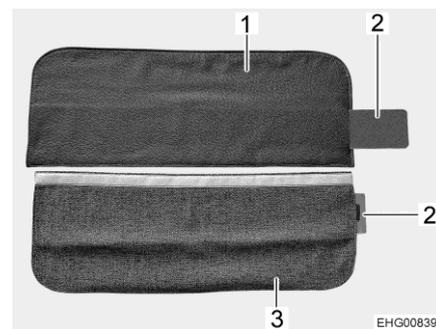

Fig. 62 Rivestimento delle cinture di sicurezza
Il rivestimento delle cinture di sicurezza può essere in pelle (Fig. 62,1) o in tessuto (Fig. 62,3).
- Spingere completamente il rinforzo metallico (Fig. 62,2) nella tasca del rivestimento delle cinture di sicurezza (Fig. 62,1 o Fig. 62,3).